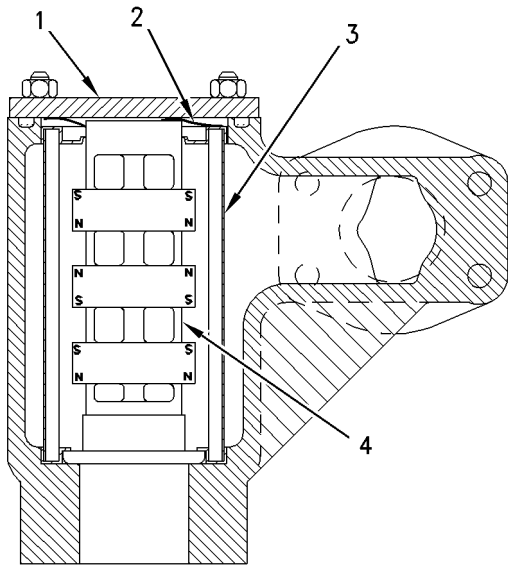

Ilustración 242
6. Instale los imanes limpios en el conjunto de tubo. Vea la configuración de los imanes en la ilustración 242. Instale el conjunto de tubo, la rejilla y la arandela ondulada.